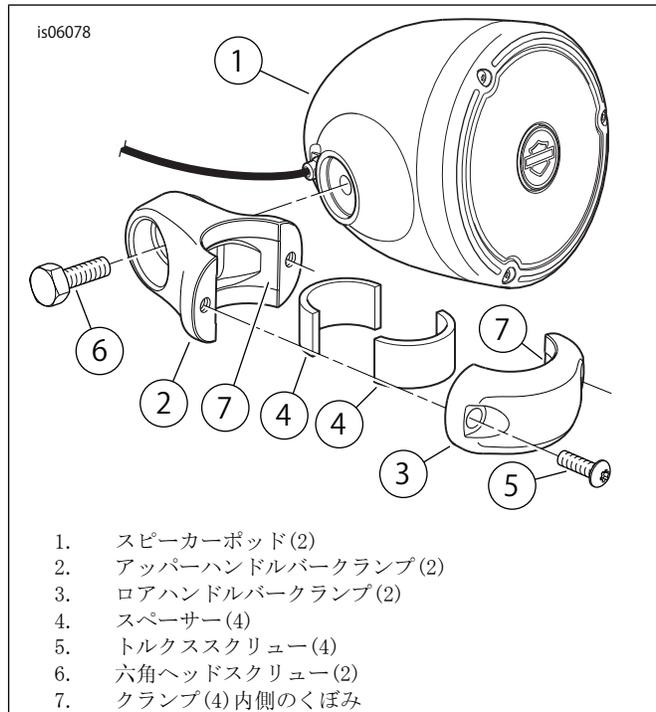

図3。ハンドルバーマウントスピーカーの取り付け
1. 図3を参照してください。キットから次のアイテムを用意します。
- ・ スピーカーポッドアッセンブリー (1)
- ・ アップークランプ (2) 2個
- ・ ロアハンドルバークランプ (3) 2個
- ・ スペーサー (4) 4個
- ・ スクリュー (5) 4本
- ・ スクリュー (6) 2本